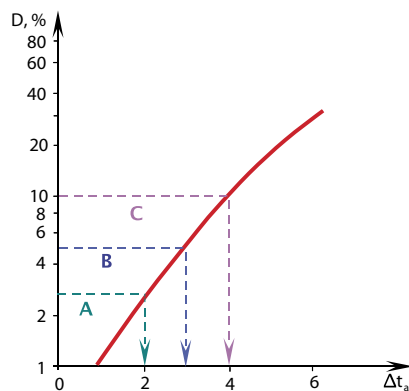

Рис. 2. Влияние разницы температуры воздуха между лодыжками и головой человека на локальный дискомфорт
Особенностью рассматриваемого стандарта является нормирование допустимых перепадов температуры во всевозможных проявлениях, вызывающих локальный дискомфорт у человека. Так, на рис. 2 представлена зависимость количества неудовлетворенных (PD) тепловым комфортом при изменении температуры воздуха ($\Delta t_{a,v}$) от лодыжек до головы. Как видим, в идеале температурный градиент по вертикали должен быть близким к нулю. Для помещений категории **A** изменение температуры воздуха должно составлять не более 2 °С, **B** – не более 3 °С, **C** – не более 4 °С.